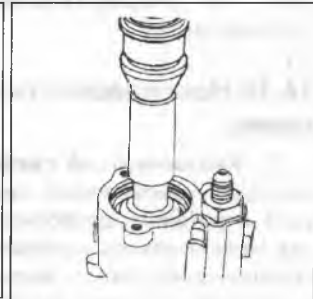

Рис. 261
2. Установите пружину и запрессуйте с помощью пресса заднюю крышку на столпко, чтобы было установлено пружинное стопорное кольцо (Рис.261).